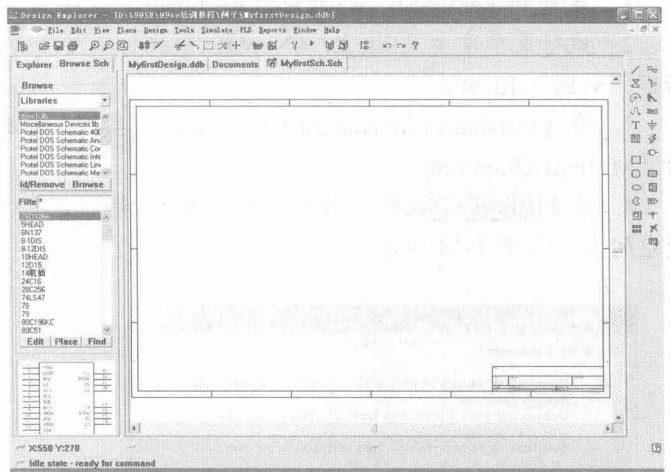

图 1-17 新建的原理图设计文件
3. 在新建文件对话框中，单击 **【Schematic Document】**（原理图文件）图标，然后单击 **OK** 按钮，新建一个原理图设计文件，结果如图 1-17 所示。